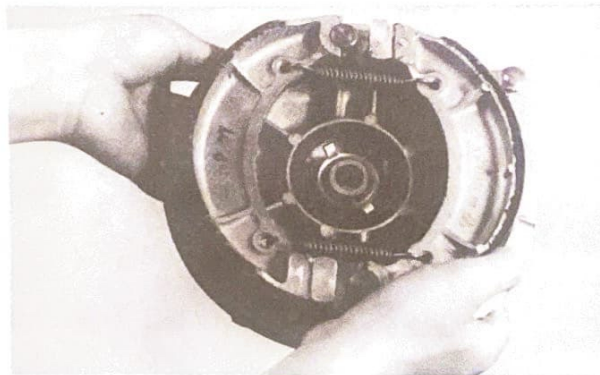

Fig. 22
2. Make sure the brake shoes and springs are correctly assembled in the shoe plate assembly. (Fig. 22)
2. S'assurer que les segments de frein et leurs ressorts sont correctement montés sur le plateau porte-segments. (Fig. 22)